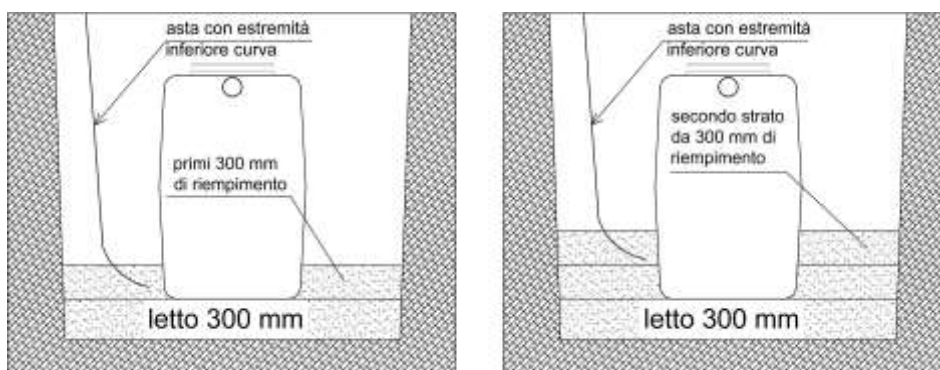

Figura 4-9 RIEMPIMENTO CAVO DI POSA
- Dopo aver poggiato il manufatto sul letto di posa (spessore 300 mm), mettere altri 300mm di materiale di riempimento (Figura 4-9), intorno al manufatto;
- Porre altri 300mm di materiale di riempimento (si è ora a 900 mm circa) per assicurare un corretto sostegno al manufatto (Figura 4-9);
- Mettere i primi 300mm di materiale di riempimento intorno al manufatto (Figura 4-9).
- Porre altri 300mm di materiale di riempimento per assicurare un corretto sostegno al manufatto (Figura 4-9).